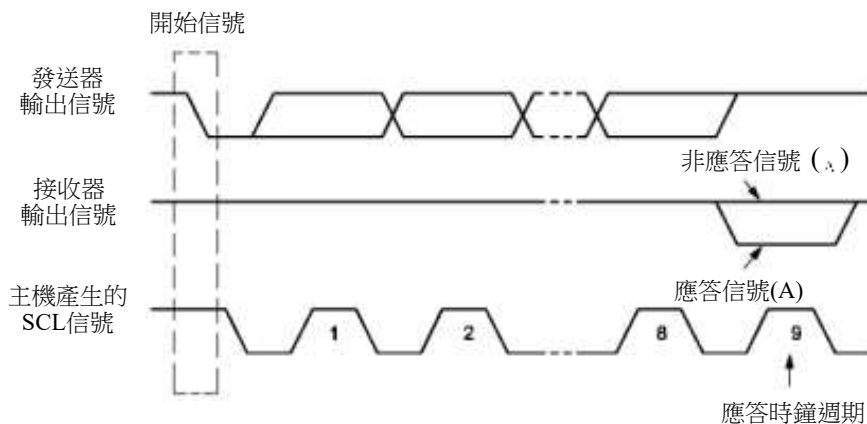

Figure 16-5 IIC 總線的應答信號
重新開始信號 (Repeated START): 在 IIC 總線上, 由主機發送一個開始信號啟動一次通信後, 在首次發送停止信號之前, 主機通過發送重新開始信號, 可以轉換與當前從機的通信模式, 或是切換到與另一個從機通信。如 Figure16-5 所示, 當 SCL 為高電平時, SDA 由高電平向低電平跳變, 產生重新開始信號, 它的本質就是一個開始信號。
應答信號 (A): 接收數據的 IIC 在接收到 8 位數據後, 向發送數據的 IC 發出的特定的低電平脈衝。每一個數據位組後面都要跟一位應答信號, 表示已收到數據。應答信號在第 9 個時鐘週期出現, 這時發送器必須在這一時鐘位上釋放數據線, 由接收設備拉低 SDA 電平來產生應答信號, 由接收設備保持 SDA 的高電平來產生非應答信號 (A), 如 Figure16-5 所示。所以, 一個完整的位組數據傳輸需要 9 個時鐘脈衝。如果從機作為接收方向主機發送非應答信號, 這樣, 主機方就認為此次數據傳輸失敗; 如果是主機作為接收方, 在從機發送器發送完一個位組數據後, 發送了非應答信號, 從機就認為數據傳輸結束, 並釋放 SDA 線。不論是以上哪種情況都會終止數據傳輸, 這時, 主機或是產生停止信號釋放總線, 或是產生重新開始信號, 開始一次新的通信。開始信號、重新開始信號和停止信號都是由主控制器產生, 應答信號由接收器產生, 總線上帶有 IIC 總線界面的器件很容易檢測到這些信號。